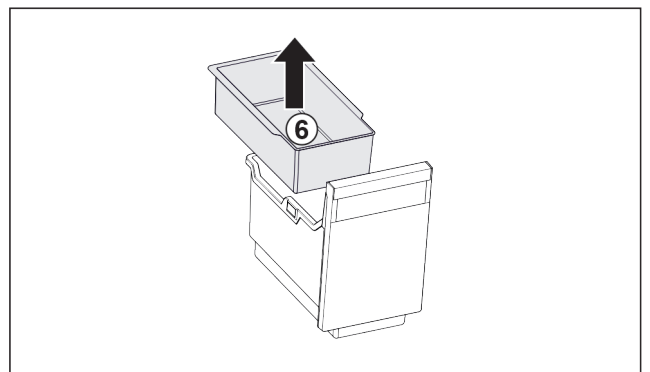

Fig. 90
- ▶ Odoberte závašnú misku Fig. 90 (6).